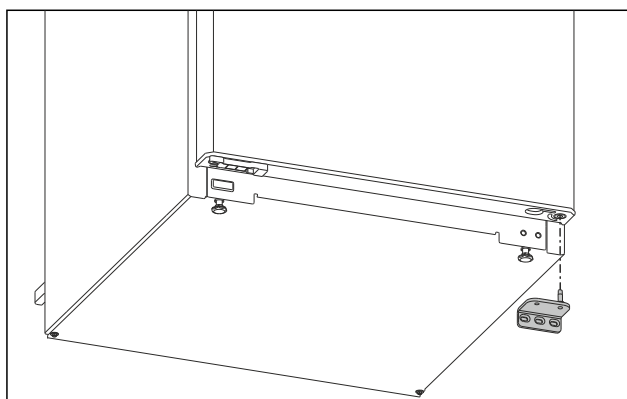

Fig. 7
- ▶ Võtke laagripukk allapoole maha. (vt. Fig. 7)